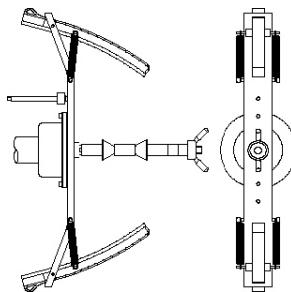

Abbildung F4.2 Platzieren Sie den Auswuchtklotz zur Kalibrierung auf der Innenseite der Klemme (Stufe Cal2)
- 8) Nach dem Stoppen wird **h12--cal** angezeigt. Legen Sie den Auswuchtklotz zur Kalibrierung wie in Abbildung F4.2 gezeigt in das mit "CAL" markierte Loch ein.
- 9) Stellen Sie die Klemmen mit dem Auswuchtklotz zur Kalibrierung oben in die senkrechte Position ein (siehe Abbildung F4.2) .